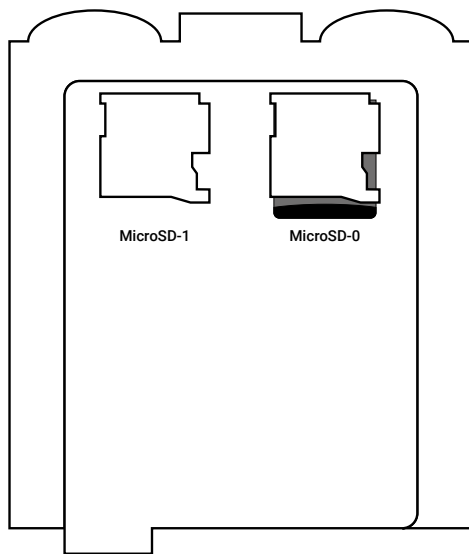

Рисунок 2. Плата прибора
3. Если предполагается работа в сети VPN или требуется изменение настройки работы COM-портов, установите карту памяти MicroSD в разъем MicroSD-1, расположенный на плате прибора (см. рисунок 2).